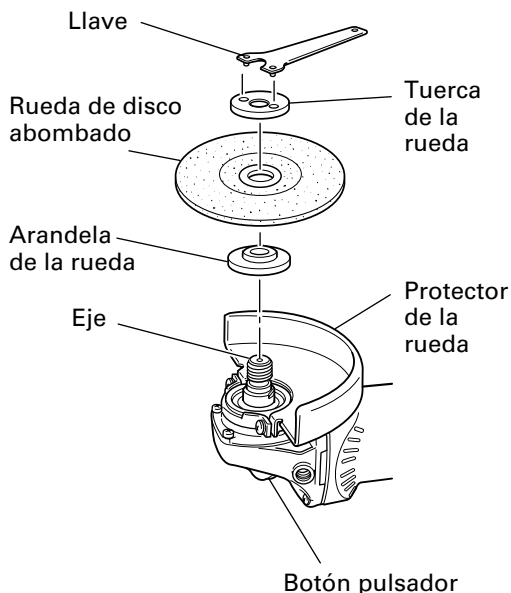

Fig. 5
10. Compruebe el botón pulsador. Cerciórese de que el botón pulsador esté desenganchado presionándolo dos o tres veces antes de conectar la alimentación de la amoladora. (Fig. 5)
- (1) Dé la vuelta a la amoladora de forma que el eje quede encarado hacia arriba.
- (2) Alinee la muesca ovalada de la arandela de la rueda con la musca del eje, y después fíjelas.
- (3) Fije la parte saliente de la rueda de disco abombado en la arandela de la rueda.
- (4) Atornille la rueda en el eje.
- (5) Presionando el botón pulsador con una mano, bloquee el eje girando lentamente la rueda de disco abombado con la otra mano. Apriete la tuerca de la rueda utilizando la llave suministrada como se muestra en la Fig. 5.